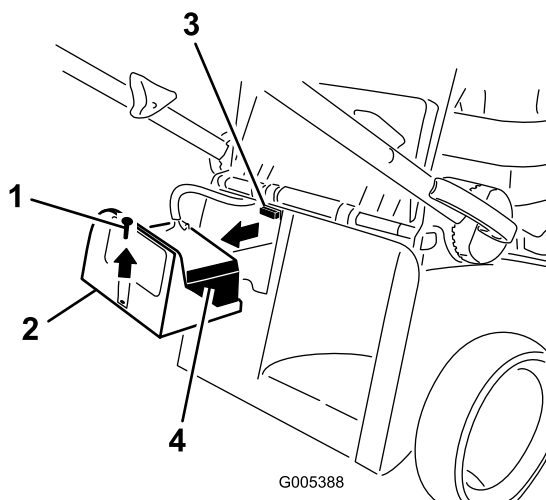

Figure 7
1. Enlevez le couvercle de la batterie, la batterie et localisez le porte-fusible (Figure 7).